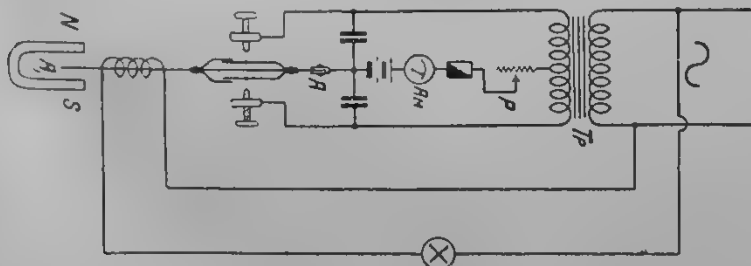

Рис. 12. Схема двухстороннего выпрямителя.
Можно выпрямитель приспособить и для использования обеих полуволи переменного тока, такая схема представлена на рис. 12: нужно заметить, что регулировка двойного выпрямителя значительно труднее и требует большого терпения. Исправно действующий выпрямитель, будучи раз навсегда отрегулирован, должен работать без дополнительной регулировки чрезвычайно долго. Изготовленный нами выпрямитель проработал при испытании беспрерывно около 5 часов и был выключен только потому, что аккумулятор был полностью заряжен. Расход
- 7) Каков потенциал на сетке лампы в случае рис. 12 и рис. 13; будет ли он меняться с изменением сопротивления резистора R ?